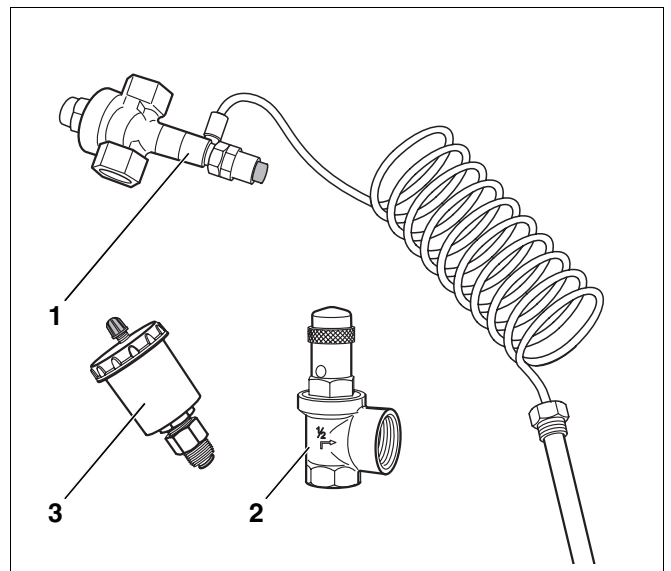

Abb. 12 Sicherheitselemente für den WTK
- Thermische Ablaufsicherung mit 4 m Kapillare (Abb. 12, **Pos. 1**)
- Sicherheitsventil (Ganzmetall; Abb. 12, **Pos. 2**)
- Automatischer Entlüfter (Abb. 12, **Pos. 3**)